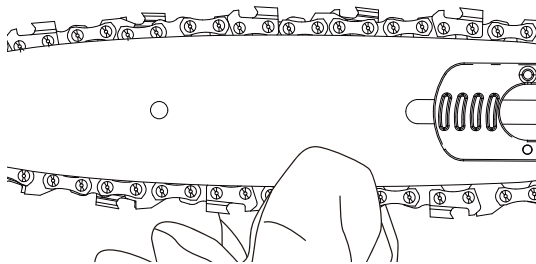

Fig. 10
2. Tire de la cadena para separarla de la barra de guía. (Fig. 10)